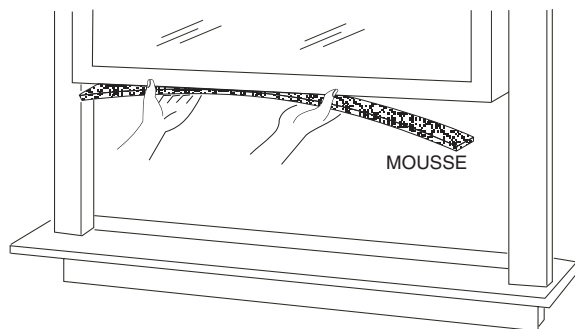

FIGURE 4 — INSTALLATION DE LA MOUSSE
6. Un fin morceau de mousse à sceller est compris. Coupez un morceau correspondant à la largeur du bas du châssis de la fenêtre. Consultez la Figure 4. Une fois la mousse coupée, enlevez l'endos détachable et collez-la au bas de la fenêtre.